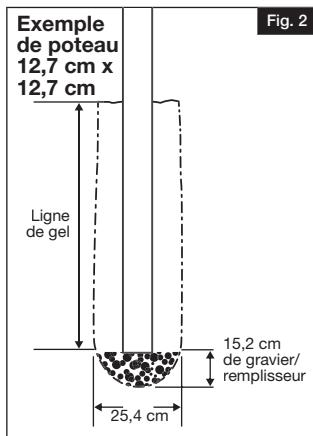

Fig. 2
- Creusez les deux premiers trous de poteaux. La taille du trou doit être creusé sur la base de la détermination suivante : Profondeur est déterminée par vos mesures de la ligne de gel locales et en ajoutant 15,2 cm pour le gravier/remplisseur (Fig. 2). La largeur est déterminée par la taille de poteau. Voir le tableau ci-dessous pour les mesures.